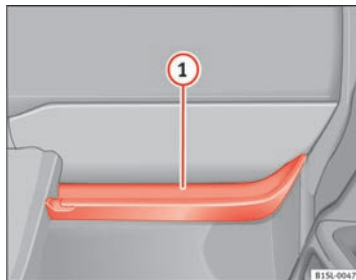

Fig. 74 Åbent opbevaringsrum i passagersiden
Der sidder en taskeskrog ⇒ Fig. 74 ① på det åbne opbevaringsrum.